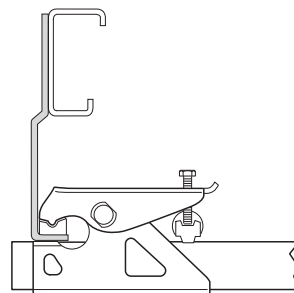
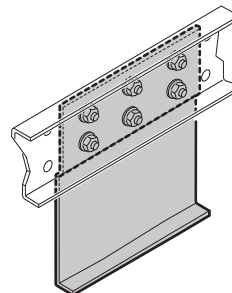

Fig. 8
Fig. 9
- Monteringsplader til højdeudligning for standardchassis med L- eller U-profil og/eller til omgåelse af stivere med standardfastgørelsessystem (Fig. 8) (Fig. 9).